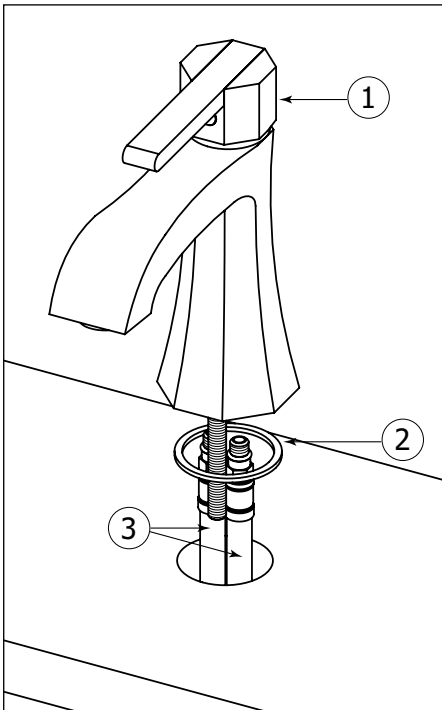

Fig.1
Insert the flexible hoses under faucet body (1) into the hole (Ø 1-3/8") of the sink or countertop as shown (Fig.1).
Insérer les boyaux flexibles sous le corps du robinet (1) dans le trou (Ø 1-3/8") du lavabo ou du comptoir tel qu'illustré (Fig.1).